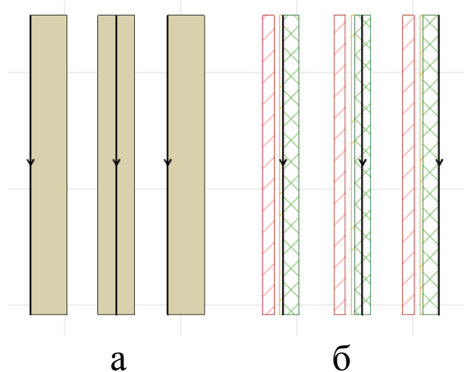

Рисунок 1.20 – Види прив'язки стін:
Бувають 3 види прив'язки стіни (рис. 1.20): по зовнішньому краю (1), по внутрішньому краю (3), по центру (2). У разі багат шарової конструкції по центру ядра (5), з зовнішньої сторони ядра (4), з внутрішньої сторони ядра (6). При виділенні об'єкта з одного боку конструкції з'являється жирна ліній і точки – це і є лінія прив'язки.